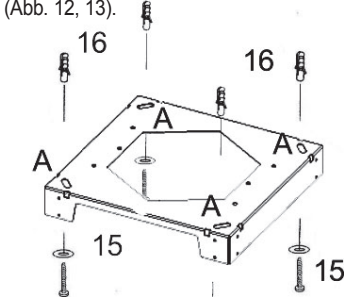

Abb. 12
Halten Sie die Deckenplatte (6, Abb. 11 und 12) an die Decke und zeichnen Sie die Lage der 4 Bohrungen A an. Markieren Sie jeweils in der Mitte der Langlöcher, damit die Lage der Deckenplatte (6) ggf. etwas korrigiert werden kann. An den so markierten Stellen der Decke die Bohrungen (8 mm) vornehmen und Dübel (16) einsetzen (Abb. 12, 13).
Befestigen Sie nun die Deckenplatte (6) mit vier Schrauben (15) und Unterlegscheiben in den Dübeln an der Decke. Das Befestigungsmaterial befindet sich im mitgelieferten Zubehörbeutel (Abb. 12).